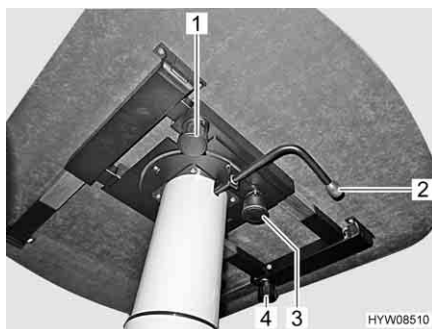

Fig. 45 Tavolo rialzabile
- Svitare la vite a testa cilindrica zigrinata (Fig. 45,4).
- Svitare la vite a testa cilindrica zigrinata (Fig. 45,1).
- Tirare il tasto (Fig. 45,3) del bloccaggio verso il basso.
- Ruotare la leva (Fig. 45,2) al di sotto del piano del tavolo di 180° verso sinistra. Il meccanismo di sollevamento nel piede del tavolo viene sbloccato.
- Ruotare la leva (Fig. 45,2) al di sotto del piano del tavolo di 180° verso sinistra. Il piano del tavolo va automaticamente verso l'alto fino al fine corsa.